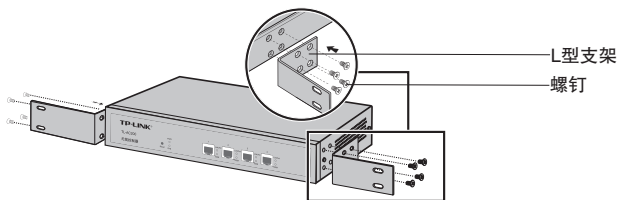

图2-2 支架安装示意图
- 2. 将配件中的两个L型支架分别安装在无线控制器面板的两侧，并用配件中提供的螺钉固定，如图2-2所示；